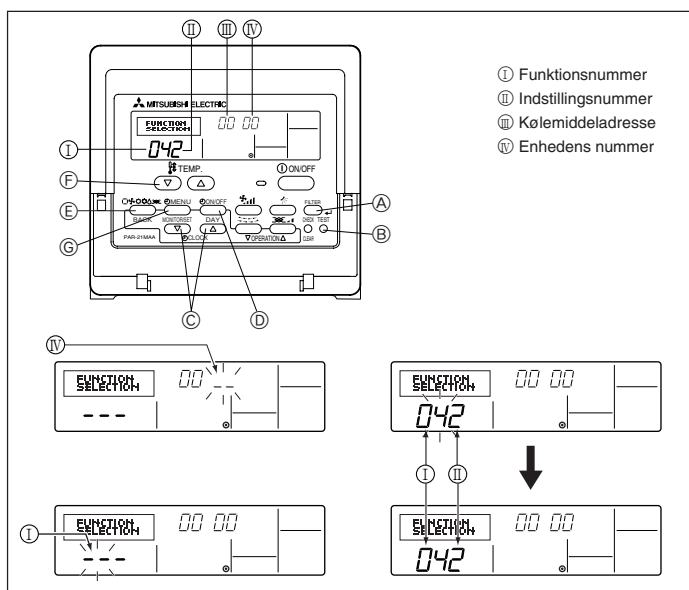

Fig. 6-8
1) Til ledningsbetjnet fjernbetjening (Fig. 6-8)
- Gå til funktionsindstilling. Sluk for fjernbetjeningen. Tryk på (A) og (B) knapperne samtidigt, og hold dem nede i mindst 2 sekunder. FUNCTION begynder at blinke.
- Brug (C) knappen til at indstille kølemiddeladressen (III) til 00.
- Tryk på (D) så vil [-] begynde at blinke i displayet for enhedens nummer (IV).
- Brug (C) knappen til at indstille enhedsnummeret (IV) til 00.
- Tryk på (E) MODE knappen for at tildele kølemiddeladresse/enhedens nummer. [-] blinker et øjeblik i displayet for funktionsnummer (I).
- Tryk på (F) knapperne for at indstille funktionsnummeret (I) til 04.
- Tryk på (G) knappen, og det aktuelt indstillede nummer (II) blinker. Brug (E) knappen til at ændre nummeret i henhold til forsyningsspændingen på stedet.